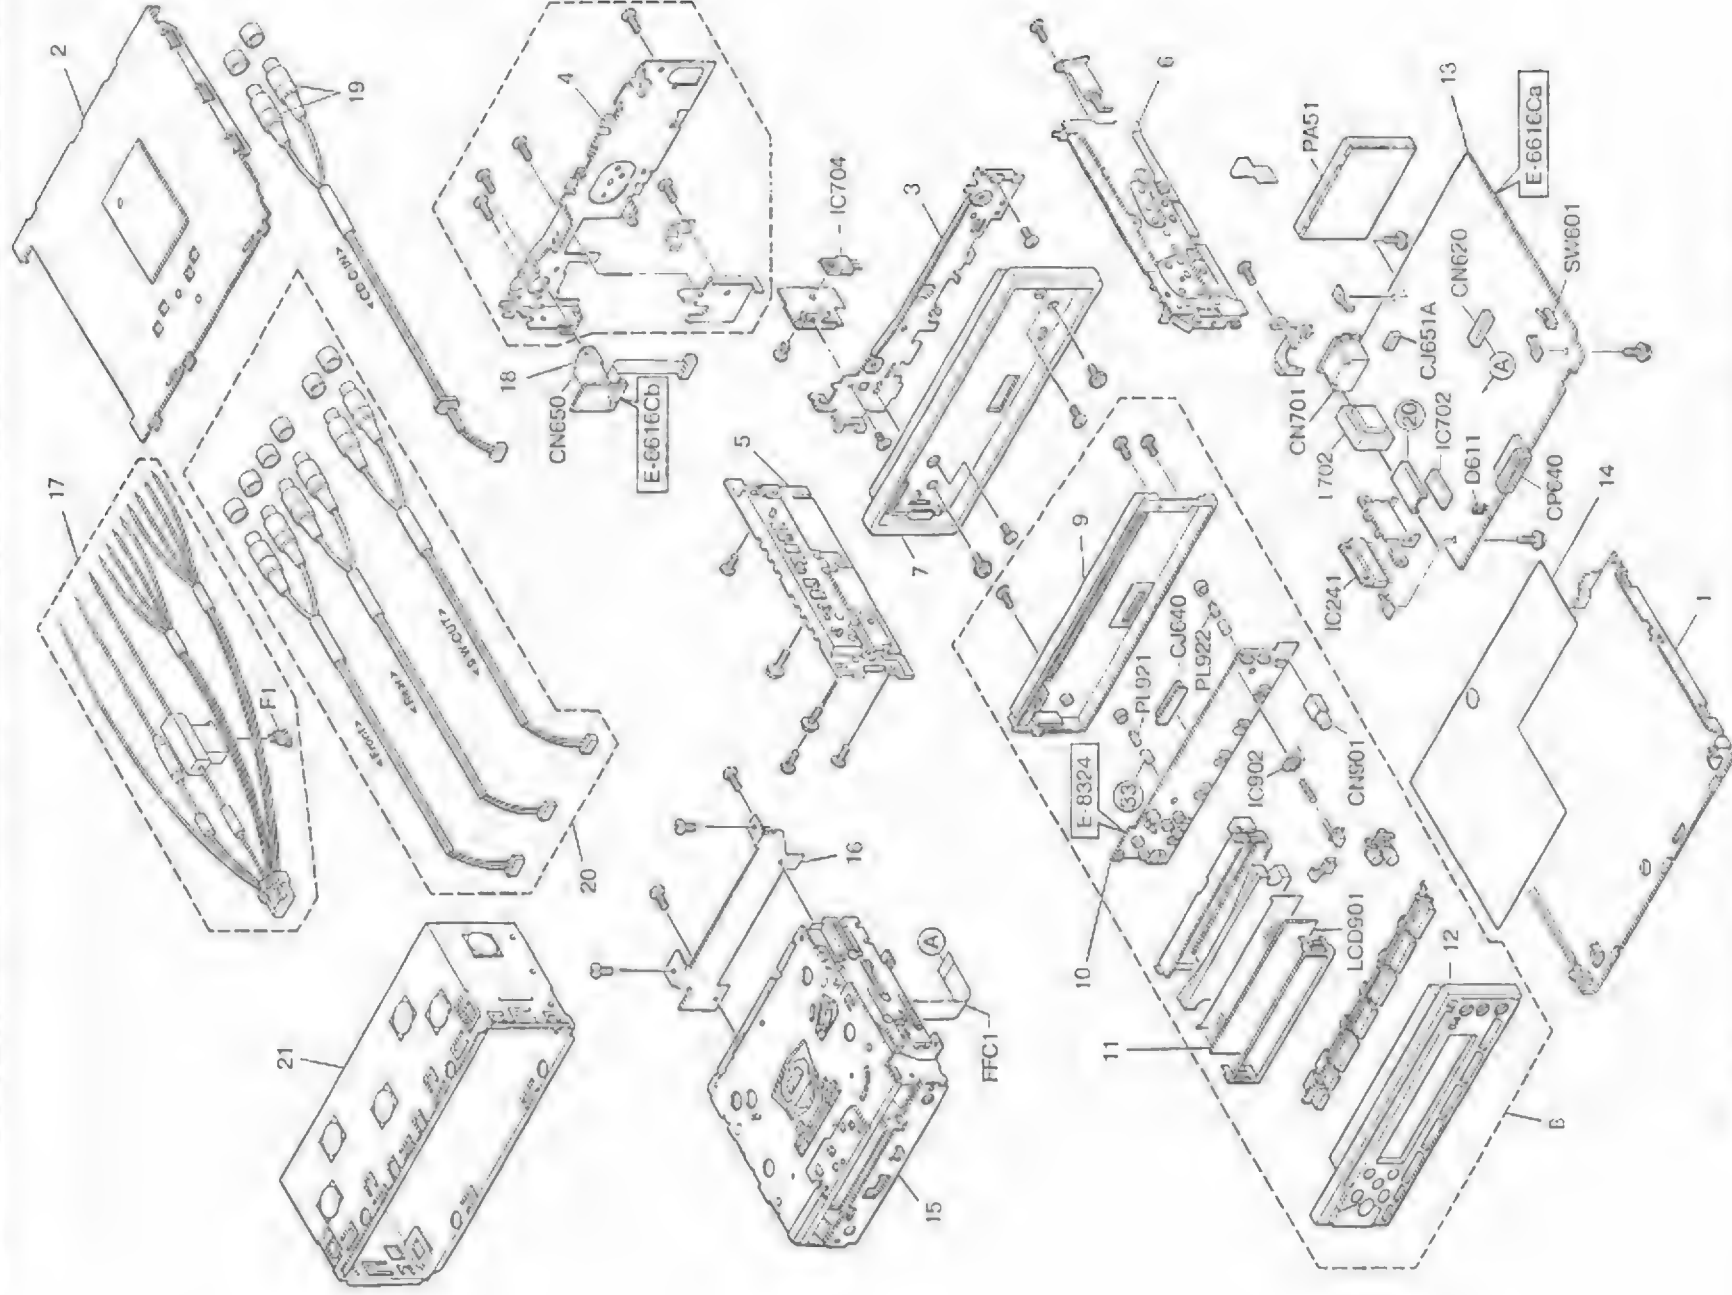

Рис. 4.17. Схема разборки и сборки автомобильных проигрывателей компакт-дисков
Схема разборки и сборки автомобильных проигрывателей компакт-дисков PANASONIC CQ-DP875/835EW приведена на рис. 4.17.
Основная плата MAIN (13) расположена в нижней части корпуса, закреплена винтами и отделена от нижней крышки (1) изолирующей прокладкой (14). Над платой MAIN размещается блок проигрывателя компакт-дисков (15) в сборе с платой CD SERVO (на рис. 4.17 плата не показана). Для крепления блока используется металлический кронштейн (16).